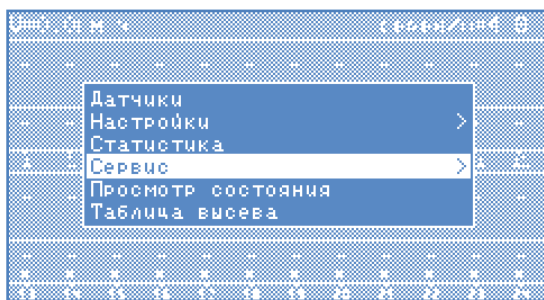

Рисунок 25
6. Находясь на главном экране, нужно вновь открыть главное меню нажатием кнопки «Меню». Кнопками «Вверх» и «Вниз» выбрать пункт меню «Сервис» (см. «Рисунок 25») и нажать «Меню».